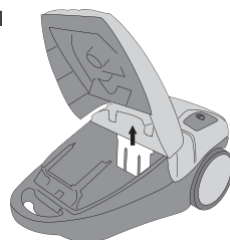

Abbildung 12 Herausnehmen des Einblasfilters
5. Nehmen Sie die Halterung des Einblasfilters aus dem Staubsauger heraus, siehe Abbildung 12.